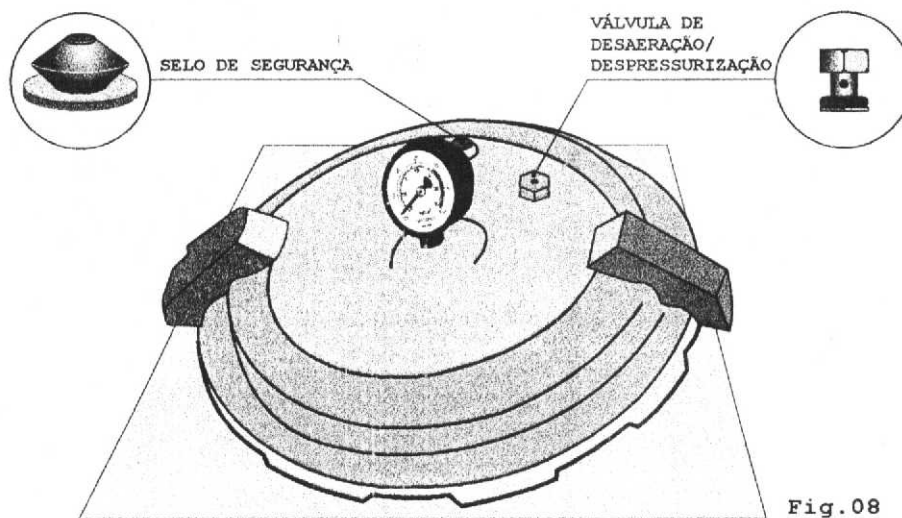

Fig.08
**FUNÇÃO DE DESPRESSURIZAÇÃO:** no final do ciclo deve ser pressionada com o auxílio de um instrumental plástico resistente à temperatura de 135 °C ou de madeira, (materiais que não riscam a tampa), para que o vapor seja expulso rapidamente assim que soar o beep que indica o fim do ciclo de esterilização ou por qualquer razão que o operador queira interromper o ciclo, Fig.08.
Atuará caso haja obstrução da Saída Interna de Vapor, localizada na parede interna da câmara, Fig.10, ou da Válvula Controladora de Pressão, Fig.11. Neste caso o pino central do Selo se deslocará para cima aliviando a pressão interna, Fig.08
- 1 ► SELO DE SEGURANÇA - consulte "Características da Autoclave", Fig.08.
- a ► Certifique-se da limpeza da Autoclave e da desobstrução da Válvula de Desaeração/Despressurização, Fig.08, Saída Interna de Vapor e Saída Externa de Vapor, Fig.10.